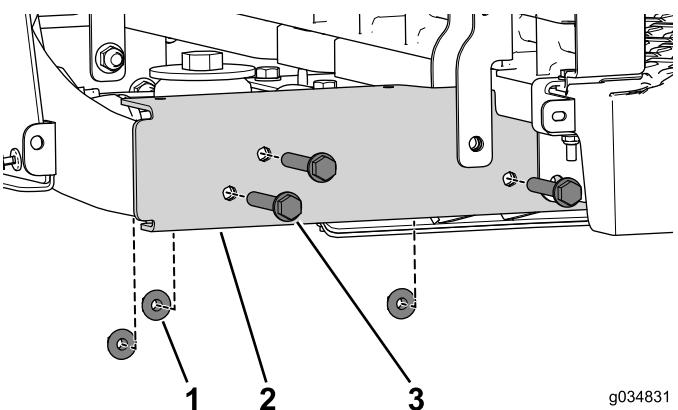

Figura 17
- Retire os três parafusos flangeados (3/8 x 2½ pol.) e as porcas (Figura 17). Faça isto em ambos os lados da máquina.